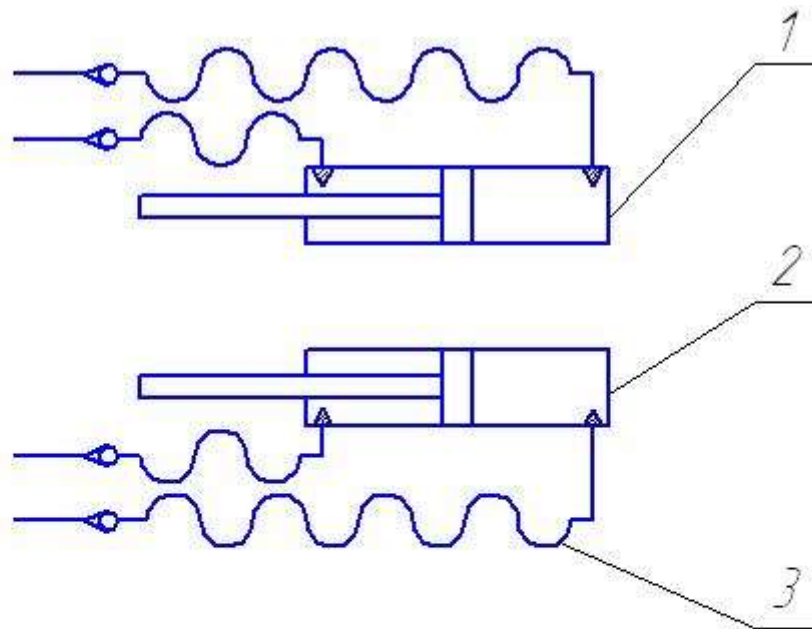
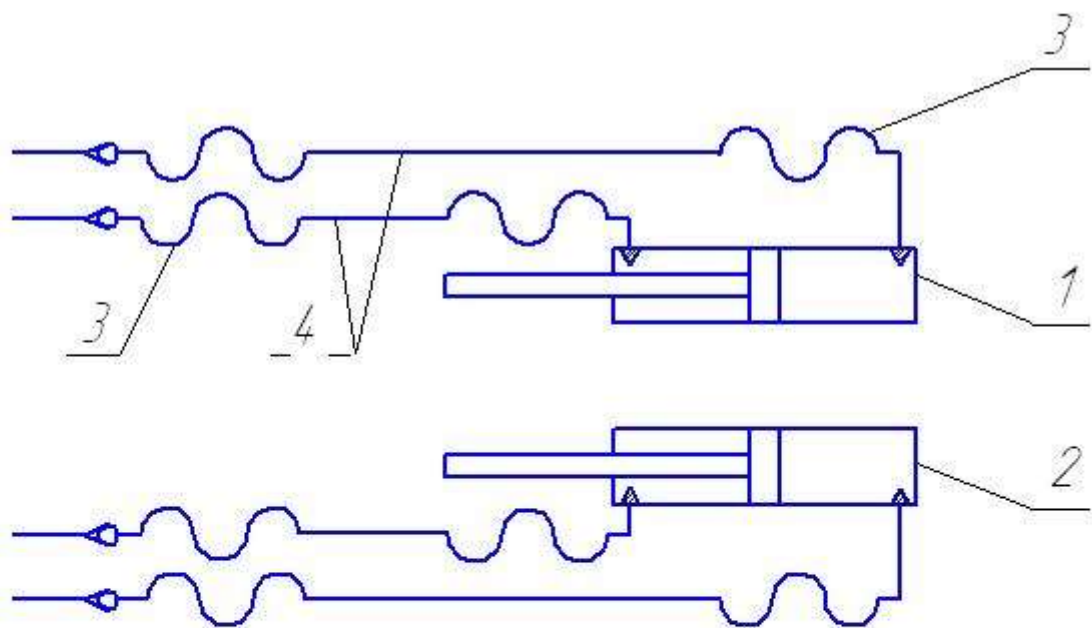

Рисунок 9 - Гидросхема РУ-1600
Рисунок 10 - гидросхема РУ-3000
2.9 Гидросистема РУ-1600 (рисунок 9) предназначена для открывания и закрывания заслонок. Гидросистема состоит из двух гидроцилиндров 1, 2 и рукавов высокого давления 3. Гидросистема РУ-3000 (рисунок 10) имеет то же назначение и состоит из двух гидроцилиндров 1, 2, рукавов высокого давления 3 и трубопроводов 4.